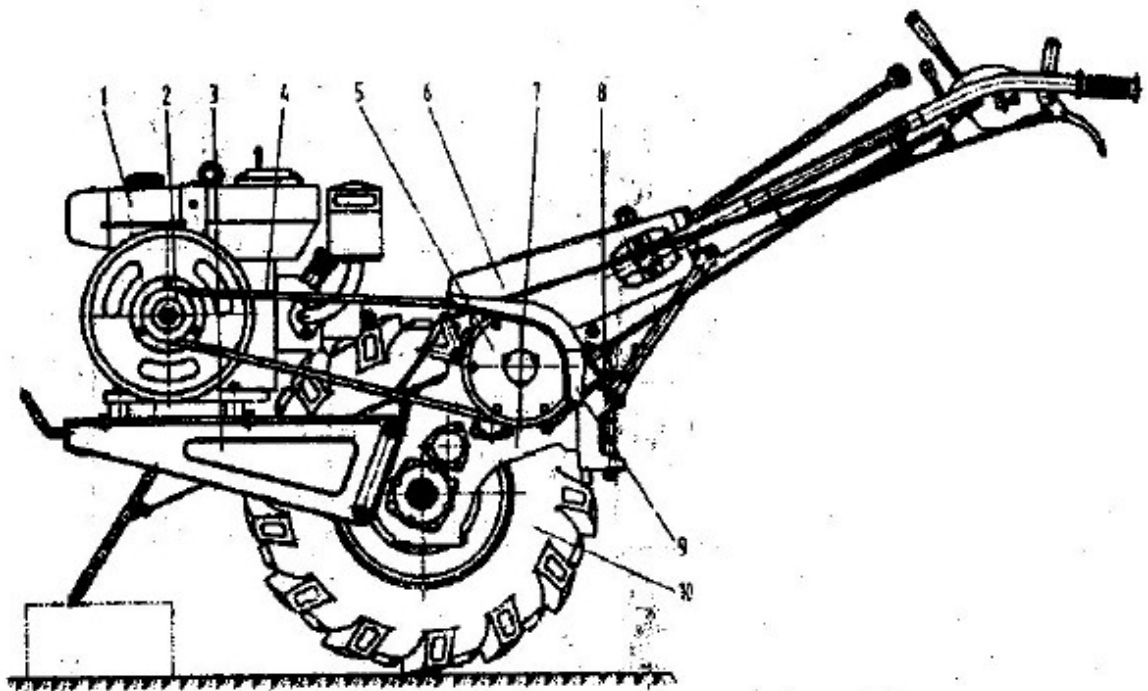

Рис. 1 Внешний вид и основные детали модели МБ 1080Д
1. Изображение и наименования основных деталей и компонентов (Рис. 1)